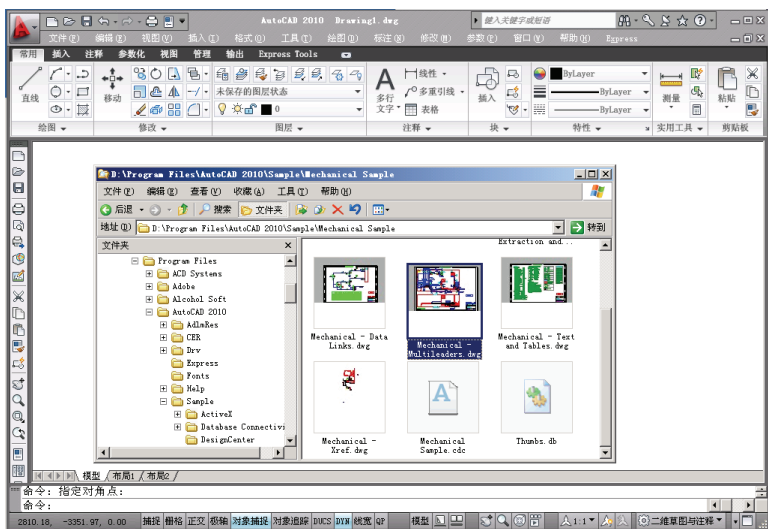

图 7-10 拖动插入示例图一
- (1) 同时打开“资源管理器”和 AutoCAD 2010，并使活动的“资源管理器”不要将 AutoCAD 2010 全部遮挡住，如图 7-10 所示。
- (2) 在“资源管理器”中寻找欲插入的文件，单击选定的文件。不要松开鼠标，拖动该